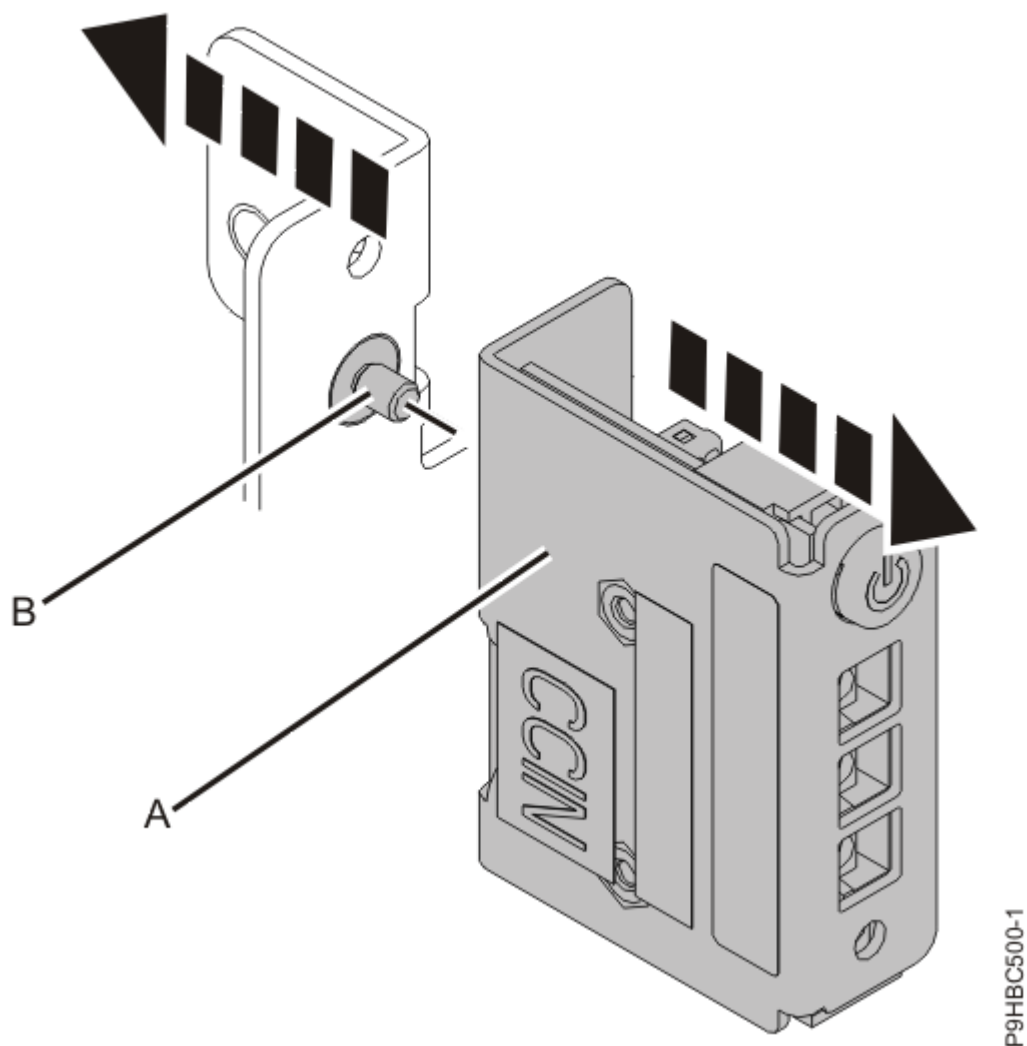

Figure 64. Retrait du panneau de commande de la patte de fixation pour un système monté en armoire
4. Pour un système monté en armoire, desserrez la vis **(B)** qui maintient le panneau de commande **(A)** à la patte de fixation, comme illustré à la Figure 64, à la page 69.